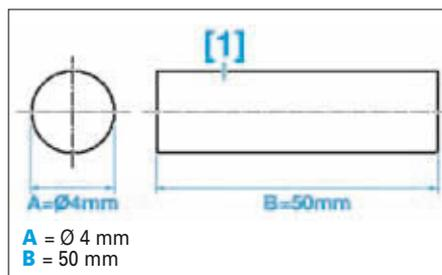

FIG. 1
[1]. Goupille de blocage du galet tendeur (Fig.1)
- Insérer l'outil [1] (Fig.1) au travers des trous superposés dans la partie avant du dispositif de tension (1) et dans le boîtier (2) pour bloquer le galet tendeur (3) dans cette position.